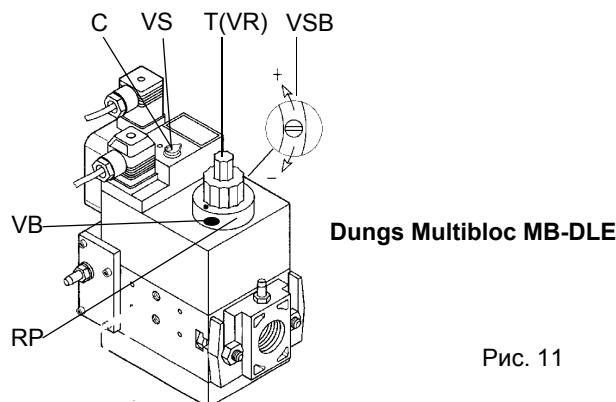

Рис. 11
- 1 Прежде чем запускать горелку, отрегулировать медленное открытие клапанной группы: для регулировки медленного открытия, снять крышечку Т (см. Рис. 11), перевернуть ее и вставить на штырь VR соответствующим пазом, расположенным сверху. При вкручивании расход при розжиге уменьшается, при откручивании расход при розжиге увеличивается. Не регулировать винт VR с помощью отвертки. **Примечание:** Винт VSB должен сниматься только для замены катушки